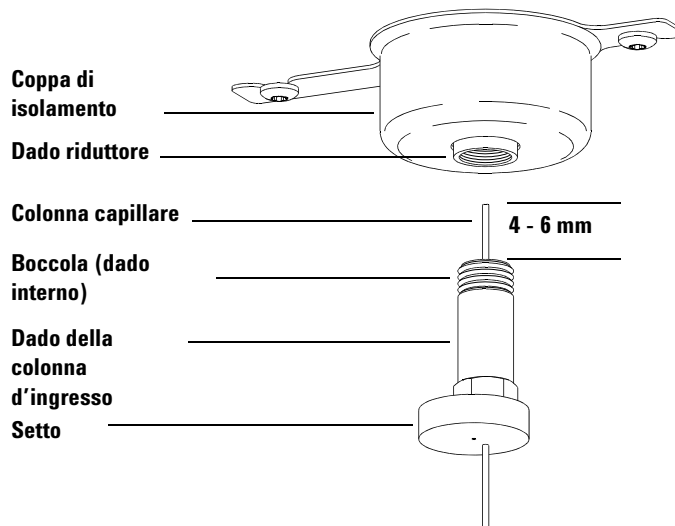

Figura 8 Installazione di una colonna capillare per un iniettore split/splitless
- 2 Posizionare la colonna in modo che superi di 4-6 mm l'estremità della boccia (Figura 8).